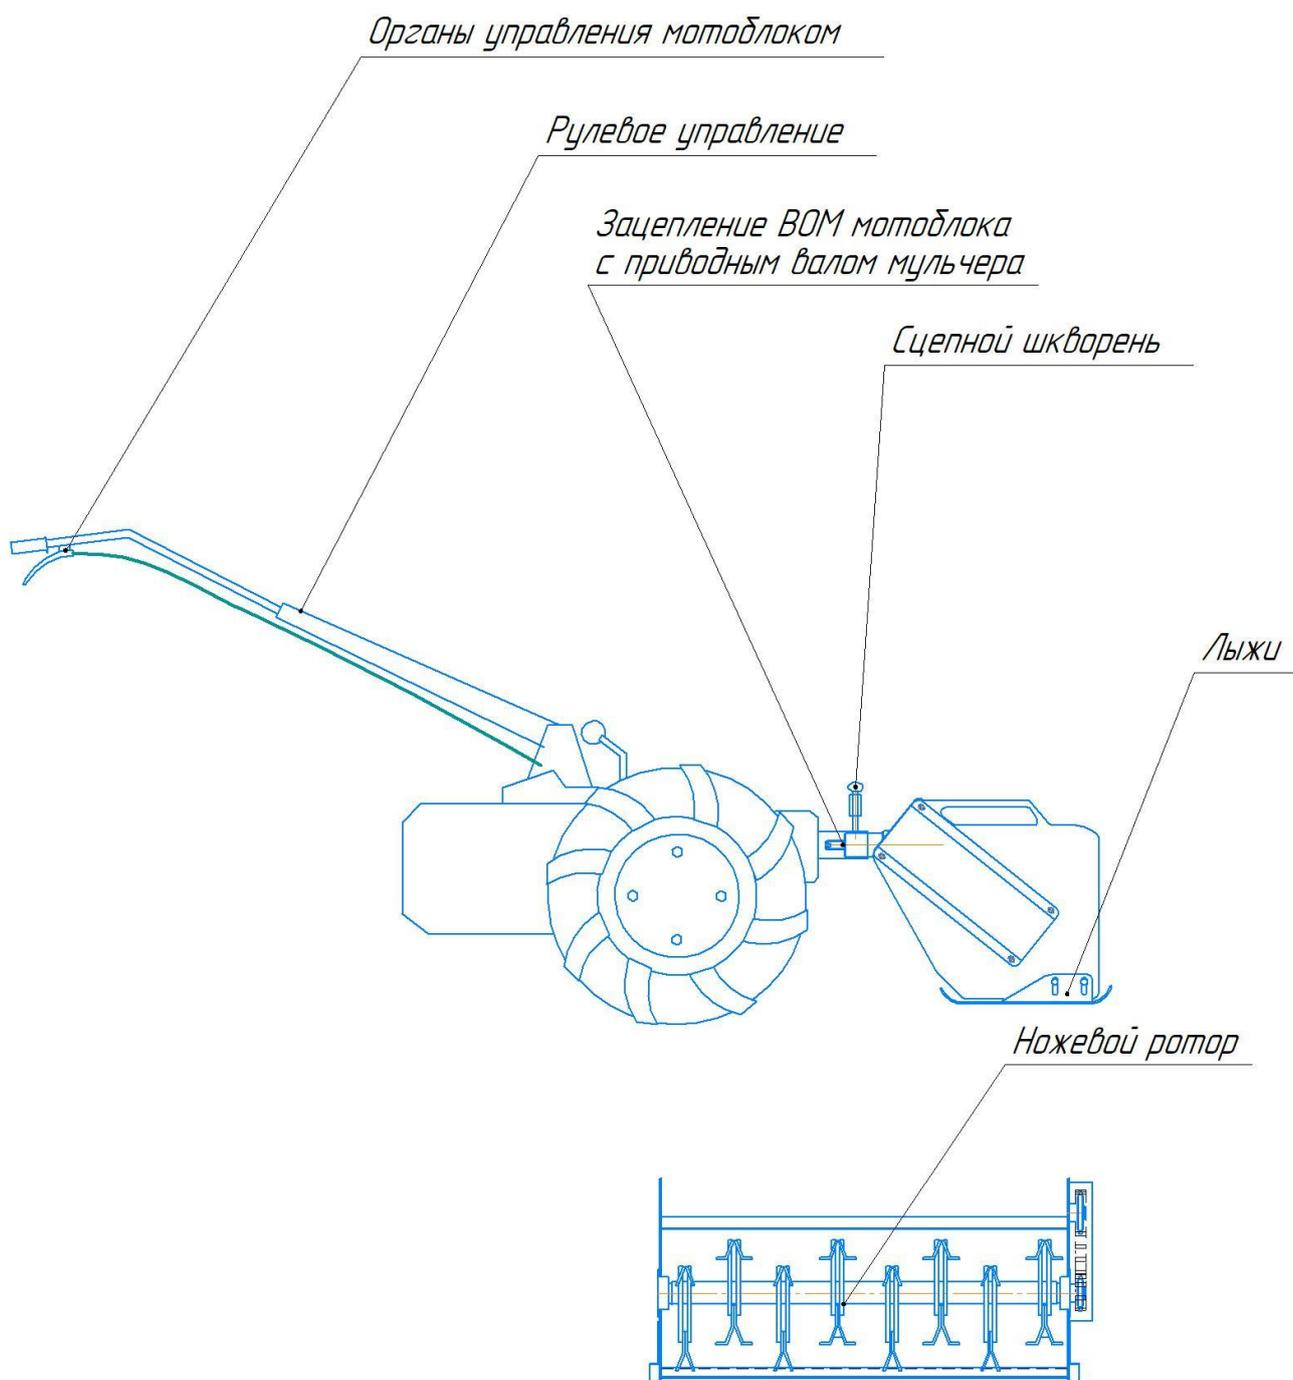

РИС.1
6.2.1. Установить приводной вал мульчера в цепное устройство с валом отбора мощности мотоблока (см.рис.1) и при помощи цепного шкворня осуществить сцепку между мульчером и мотоблоком (см.рис.1). Осуществлять операцию стыковки необходимо на ровной и чистой поверхности, чтобы корректно установить мульчер на мотоблок и зафиксировать.
6.2.5. Отсоединение мульчера от мотоблока следует осуществить в обратном порядке (см.рис.1):